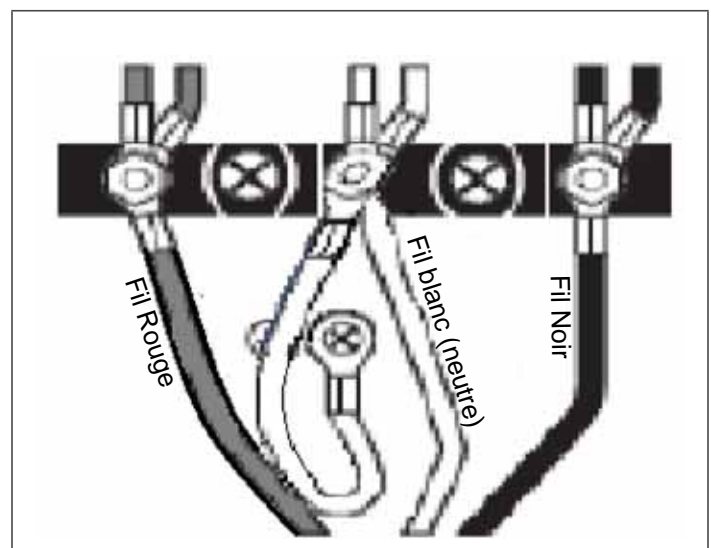

Figure 15: Connexion à trois fils
- Fixez le fil neutre mis à la terre du circuit d'alimentation au plot central (de couleur argent) du bloc de jonction (consultez la Figure 15).
2. Installez les deux supports supérieurs pour étagère et les trois supports inférieurs pour étagère aux endroits indiqués sur les gabarits. Fixez-les en place à l'aide des (10) vis de 1 po (25,4 mm) fournies.
5. Installez la plaque murale en plaçant les encoches des coins (dos de la plaque murale) au sommet des deux supports supérieurs pour étagère. Faites glisser l'ensemble de l'étagère vers le haut jusqu'à ce que la partie inférieure s'enclenche dans les quatre supports inférieurs (Figure 15).